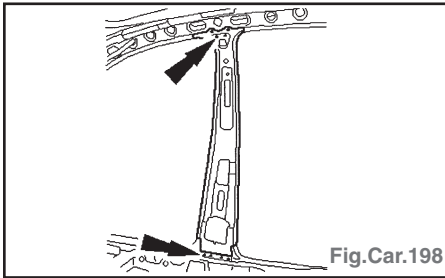

Fig.Car.198
- Tôle intérieure de montant B : Souder par bouchonnage (Fig.Car.198).